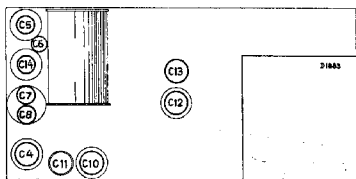

Fig. 4
M.F. trimmen. (zie voor de plaats van de trimmers fig. 4).